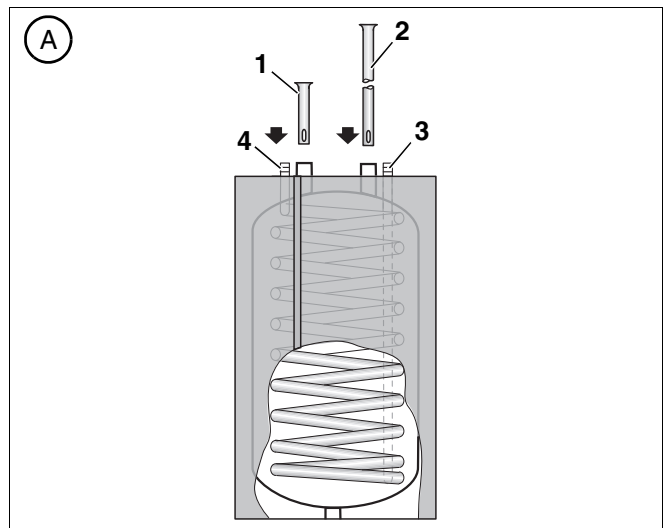

Fig. 6 Monter le tube d'immersion (raccord en haut)
- ▶ Introduire par pression le tube d'immersion court par le haut dans AW (fig. 6, [1]).
- ▶ Introduire par pression le tube d'immersion long par le haut dans EK (fig. 6, [2]).